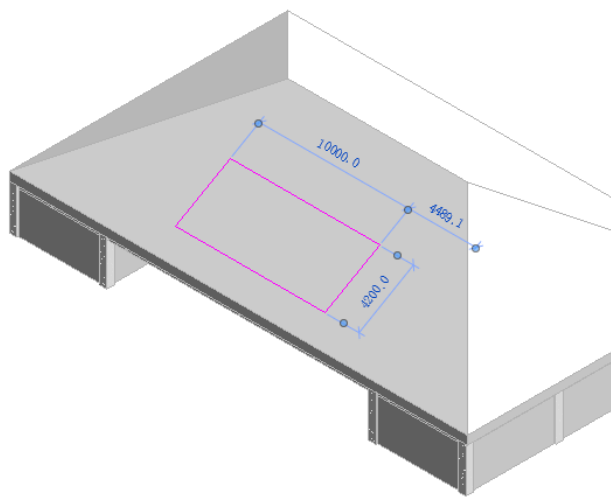

图 12-35 绘制洞口边界
(3) 单击“绘制”面板中的“矩形”按钮，在屋顶上绘制一个矩形边界，如图 12-35 所示。也可以利用其他绘制工具绘制任意形状的洞口边界。